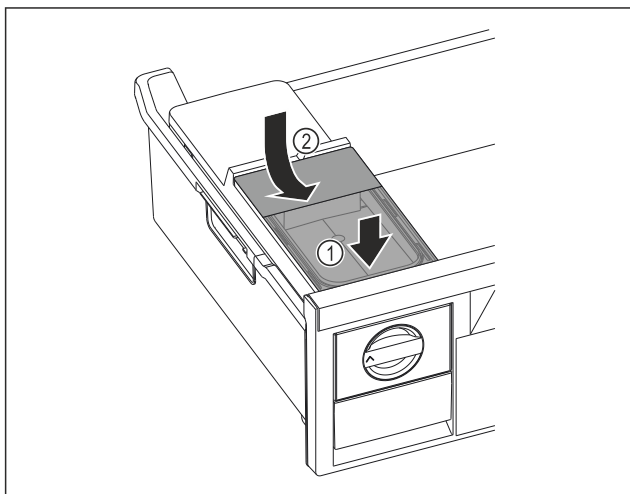

Fig. 110
- Nasadte vpředu nádržku na vodu. Fig. 110 (1)
- Spusťte nádržku na vodu vzadu dolů. Fig. 110 (2)